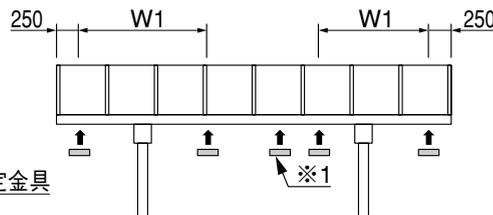

図2-2 M合掌棟木固定金具取付位置
- 2 図2-2を参照して、M合掌棟木固定金具をM合掌棟木に14-5で取付けてください。